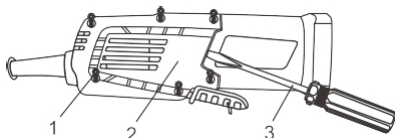

Fig. 8
3. Posez l'outil sur son côté gauche sur une serviette ou sur du carton ondulé (Fig. 8).
4. Retirez 6 vis (1) du côté droit de la poignée à l'aide d'un tournevis n° 2.
5. Soulevez soigneusement la moitié droite de la poignée (2) à l'aide d'un petit tournevis plat (3).